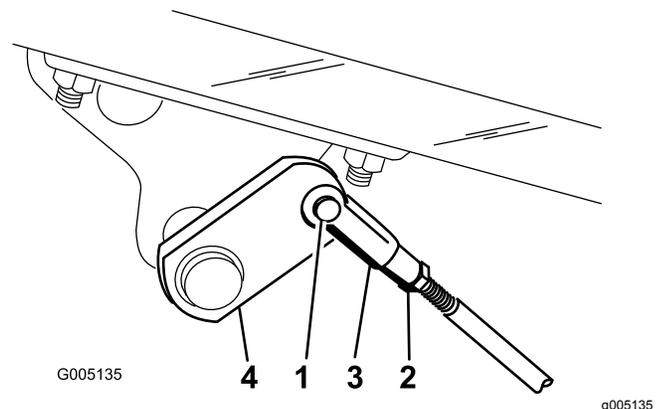

Bild 49
- A. Entfernen Sie den Splint und Lastösenbolzen, um die Bremsstangen abzuschließen (**Bild 49**).
- B. Lockern Sie die Klemmmutter und stellen den Lastösenbolzen entsprechend ein (**Bild 49**).
- C. Bringen Sie den Lastösenbolzen am Bremsbügel an (**Bild 49**).